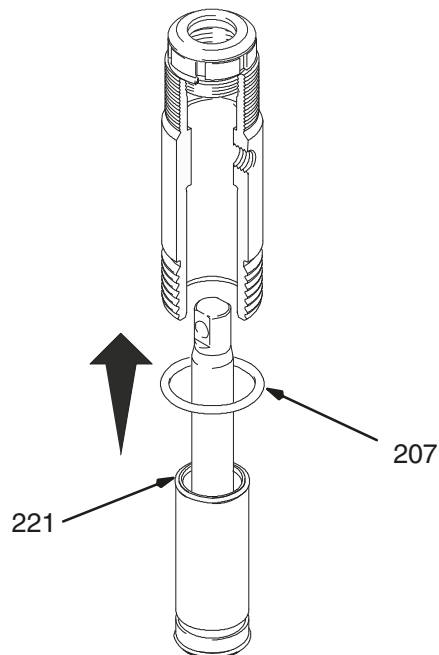

Рис. 17
Рис. 17. Смажьте уплотнительное кольцо (221) и установите на втулку. Сдвиньте узел втулки/шток поршня в нижнюю часть цилиндра. При необходимости замените уплотнительное кольцо (207).